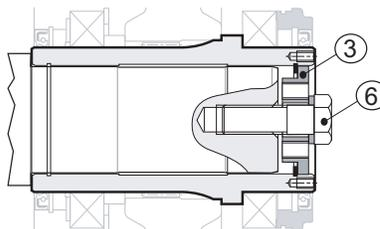

Fig. 13
Sustituir la barra (pos. 4) con el tornillo (pos. 6), apretándolo a fondo, aplicando una fuerza como se indica en la Tabla 4: Pares de apriete (p. 19), utilizando además un fijador de roscas medio (ver Fig. 13 (p. 25)).